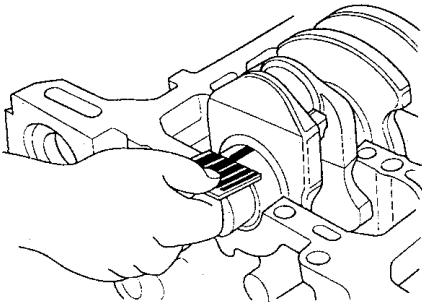

图 2-20 检查主轴颈间隙
- 3) 如图 2-20 所示，在每个主轴颈间放入一条塑料间隙规，检查轴颈间隙。